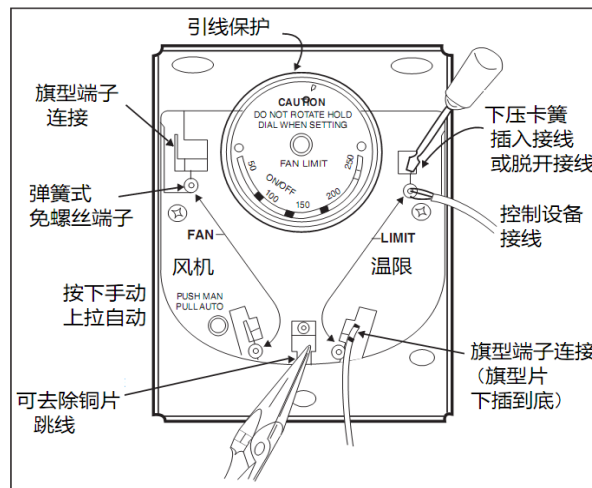

图 5
如图 5 所示，按需接好弹簧式免螺丝端子(标准接线方式)，或旗型端子(需另行采购“旗型端子”配件)。
- (9)跳线: 如图 5 所示，黄铜跳线片是分离型。当限温用于低压电路时，必须去掉。要取下跳线，请用尖嘴钳折断并完全取下。一经取下，不可更换。